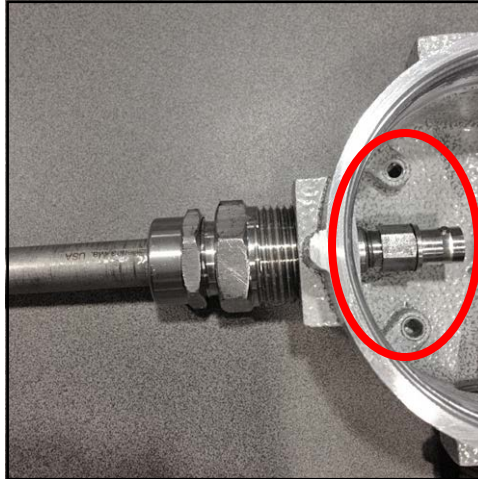

Figura 8: Ajuste del reductor en el puerto NPT
2. Apriete el racor en uno de los puertos NPT de 3/4" de la caja de conexiones, asegurándose de que al menos cinco roscas estén enroscadas. Una vez que el accesorio esté apretado en su lugar, asegúrese de que la cabeza BNC del transductor se extienda ligeramente más allá de los salientes del tornillo de tierra como se muestra en *Figura 8* a continuación.